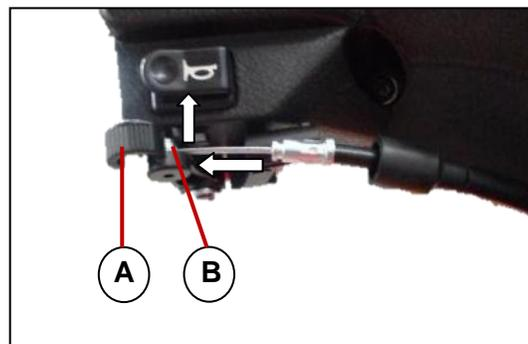

Fig. 8.59
- Retire la cabeza del cable del choke [B] halando hacia arriba. Fig. 8.59